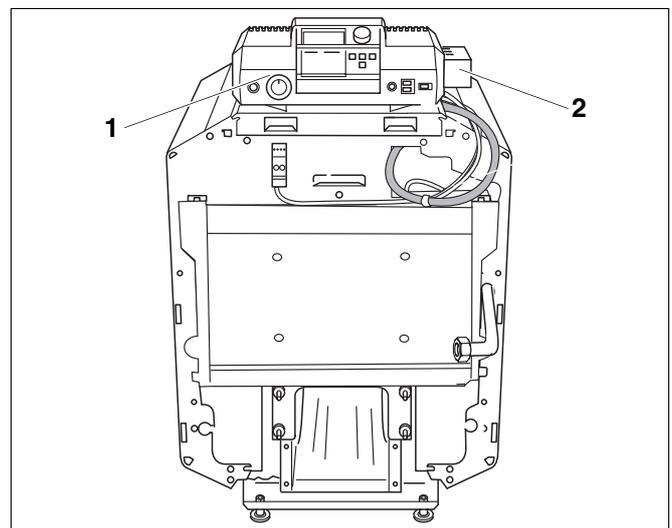

Abb. 37 Gasfeuerungsautomaten ablegen (Darstellung ohne Gasbrenner)
- Gasfeuerungsautomaten (Abb. 37, **Pos. 2**) auf den Heizkessel hinter dem Regelgerät (Abb. 37, **Pos. 1**) ablegen.